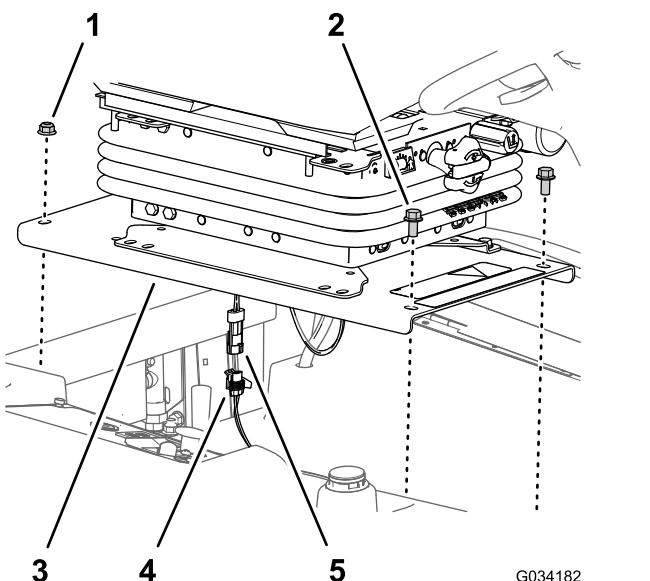

Bild 33
2. Entfernen Sie den beiden Bundkopfschrauben (¾") mit denen die Rückseite der Sitzplatte am Rahmen der Maschine befestigt ist (Bild 33)..
4. Ziehen Sie den 2-Stift-Stecker für den Kabelbaum der elektronischen Sicherheit aus dem 2-Buchsen-Steckers des Maschinenkabelbaums (Bild 33).
1. Entfernen Sie den beiden Bundkopfschrauben (¾" x ¾") mit denen die Vorderseite der Sitzplatte am Rahmen der Maschine befestigt ist (Bild 33).
2. Stecken Sie den 2-Stift-Stecker für den Kabelbaum der elektronischen Sicherheit in den 2-Buchsen-Stecker des Maschinenkabelbaums; siehe Bild 33.
3. Richten Sie die hinteren Löcher in der Sitzplatte (Bild 33) mit den beiden Schlossschrauben (¾" x 1") in der Kühlerausbuchtung aus.
4. Befestigen Sie die Sitzplatte (Bild 33) mit den beiden Bundkopfschrauben (¾"), die Sie in Schritt 2 unter Ausbau von Sitz und Sitzplatte (Seite 44) entfernt haben.
5. Richten Sie die vorderen Löcher in der Sitzplatte (Bild 33) mit den Gewindebohrungen in der Tankhalterung aus.
6. Befestigen Sie die Sitzplatte (Bild 33) mit den beiden Bundkopfschrauben ( $\frac{3}{8}$ " x  $\frac{3}{4}$ ") an der Tankhalterung, die Sie in Schritt 1 unter Ausbau von Sitz und Sitzplatte \(Seite 44\) entfernt haben.